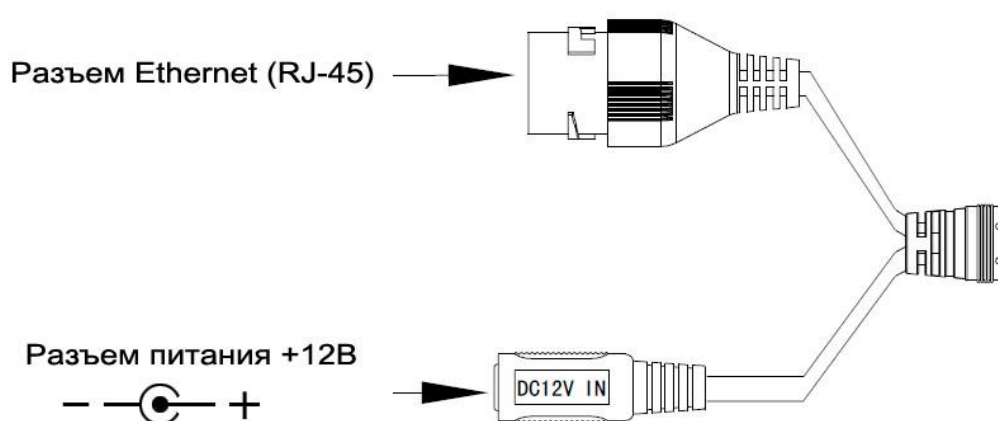

Рисунок 2
3.5 Подключите соединительные провода (разъемы) в соответствии со схемой внешних подключений (рис.2) и соблюдением полярности. Неверное соединение может привести к повреждению и/или неправильному функционированию оборудования.